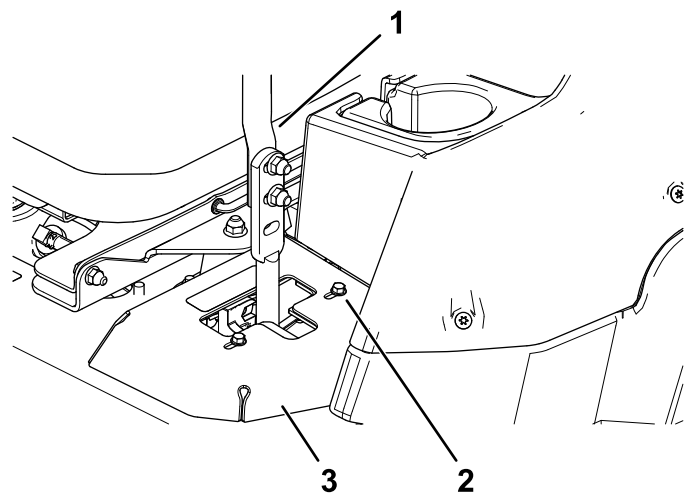

Figure 46
- Si la machine se déporte à droite, desserrez les boulons et déplacez la plaque de butée gauche en arrière sur la fente en T gauche, jusqu'à ce qu'elle se déplace en ligne droite (Figure 46).
- Si la machine se déporte à gauche, desserrez les boulons et déplacez la plaque de butée droite en arrière sur la fente en T droite, jusqu'à ce qu'elle se déplace en ligne droite (Figure 46).
8. Serrez les boulons de la plaque (Figure 46).